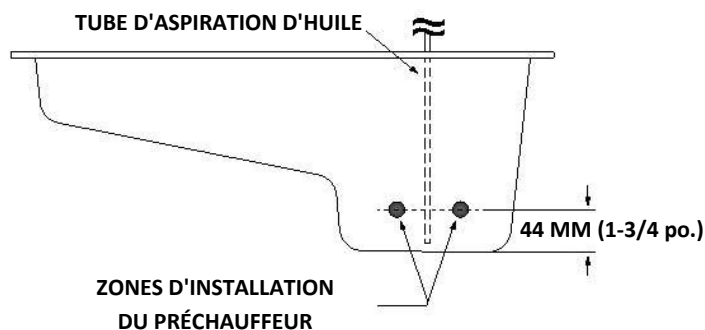

Figure 5. Zones possibles pour l'installation du préchauffeur. Éloigner le préchauffeur des objets tels qu'un tube d'aspiration d'huile.
4. Installer le préchauffeur d'huile sur la partie inférieure de la paroi latérale du carter d'huile. Ne pas installer le préchauffeur à moins de 44 mm (1-3/4 po.) du fond ou des parois du carter. Éloigner le préchauffeur des pièces internes. Voir la figure 5.